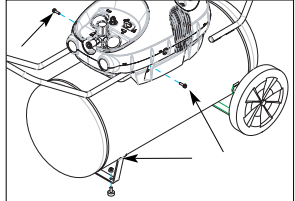

Figura 1 – Tornillo del mango y patas de goma
2. Introduzca el mango en la cubierta y en la platina de base como indicado en la Figura 1. El mango tiene que ajustarse en los orificios especiales de la platina de base.